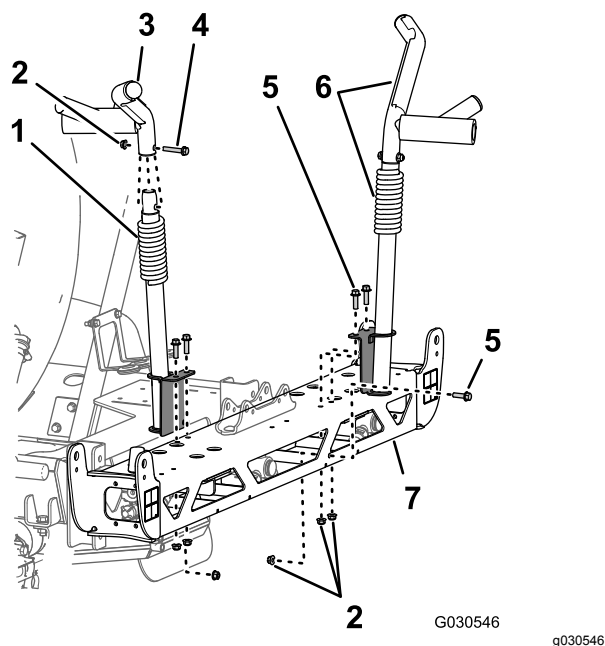

图 77
1. 在左喷洒臂托架拧下将左上托架总成固定至下托架总成的凸缘头螺栓 3/8 x 2 英寸和凸缘锁紧螺母 3/8 英寸图 77。
2. 拧下将左下喷洒臂托架固定至中央喷洒臂段框架的 3 个凸缘头螺栓 3/8 x 2 英寸和 3 个凸缘锁紧螺母 3/8 英寸然后取下托架图 77。
3. 在右托架拧下将右喷洒臂托架总成固定至中央喷洒臂段框架的 2 个垂直凸缘头螺栓 3/8 x 1 1/4 英寸和 3 个凸缘锁紧螺母 3/8 英寸图 77。